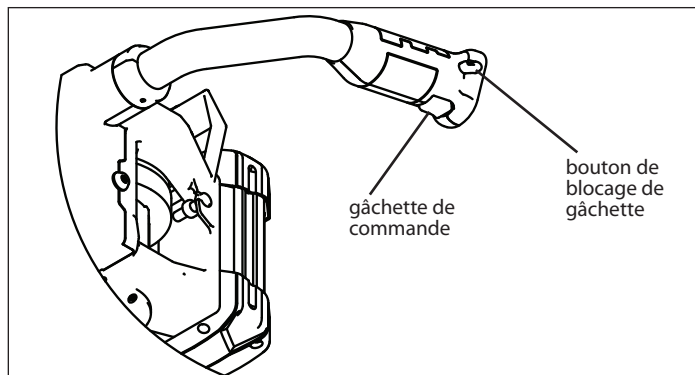

Figure 3
2. Faire coulisser le bouton de blocage de gâchette puis serrer la gâchette de commande. La tarière commence à forer au bout d'un délai de sécurité de deux secondes. **VOIR FIGURE 3.**